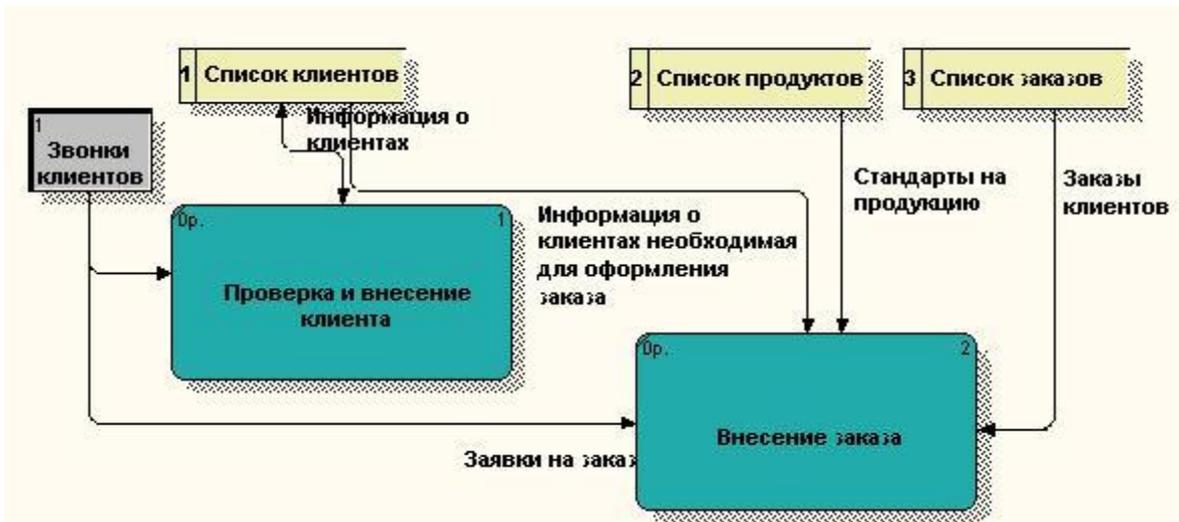

Рис.2. Диаграмма A22
7. Создайте внутренние ссылки согласно Рис.2. При именовании стрелок используйте словарь.